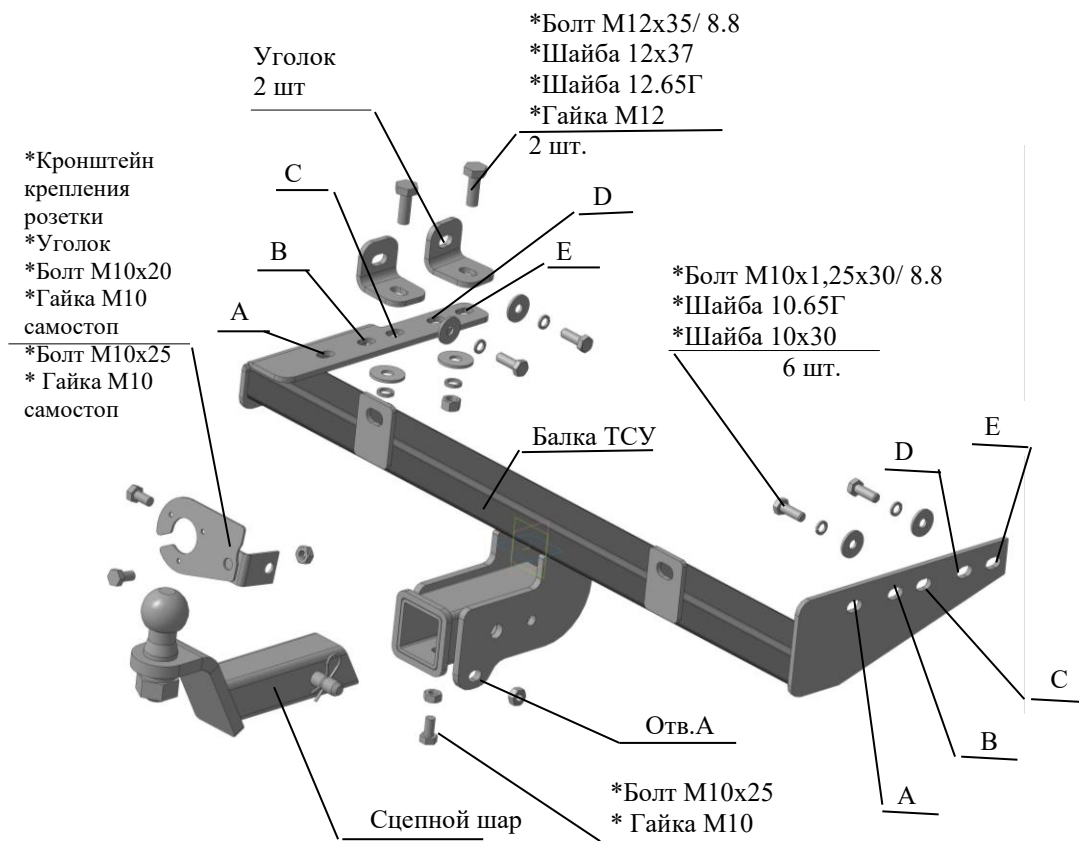

Рис.1 Тягово-сцепное устройство ТСУ 2195.
2.1 ТСУ 2195 в сборе (рис.1)	1 шт
2.2 Пакет с комплектующими (см. рис.1)+защитный колпак	1 шт+1 шт
4.2 Закрепить уголки к левому лонжерону болтами М10х1,25х30 и крепежом соответственно рис.1. (При отсутствии 2-го отверстия - ТСУ слева крепится за одно отверстие). Для Калина Cross с 2016 г. выпуска и Лада Гранта лифтбек с 2024 г. выпуска установить уголок в кронштейн крепления глушителя и закрепить его к лонжерону болтом М10х1,25х30 и крепежом соответственно рис.1. Для Гранта универсал и Гранта Cross
4.3 Закрепить балку ТСУ болтами М10х1,25х30 к правому лонжерону (для Калины до 2013 г. выпуска к отверстиям "А" и "С", для Калины с 2013 г. выпуска - к отверстиям "В" и "D", для Гранта - к отверстиям "С" и "Е", для автомобилей с 2016 г. выпуска (в том числе для Гранты универсал и Гранты Cross универсал) - к отверстиям "В" и "D" и к уголкам - болтами М12х35 и крепежом соответственно рис.1. Болтами М10х1,25х30 закрепить балку к усилителю задней панели (предварительно очистив отверстия от закрывающей их ленты - при наличии) и крепежом - соответственно рис.1. Крепеж не затягивать.